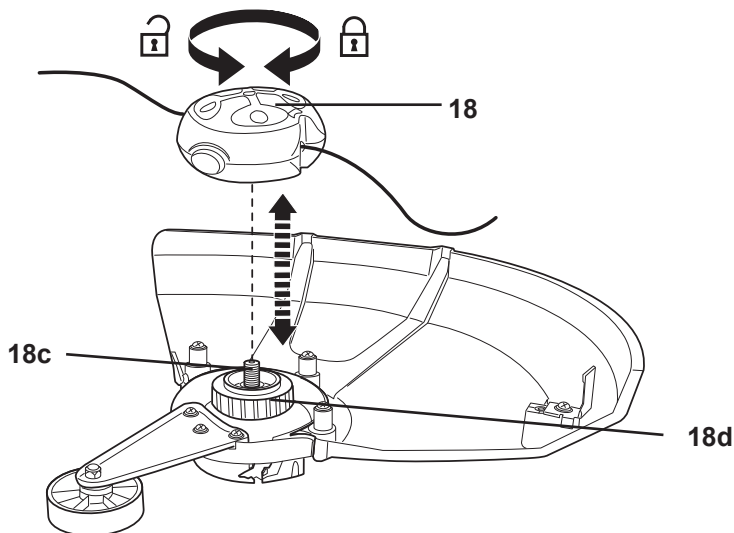

Fig. 27
1. Dele la vuelta al producto para acceder al hilo de corte (18b) (Fig. 27).
2. Sujete el cabezal del cortabordes (18) firmemente con una mano, apretando al mismo tiempo el botón de desbloqueo (18a).
3. Tire del hilo de corte desgastado (18b) para sacarlo del cabezal del cortabordes (18).